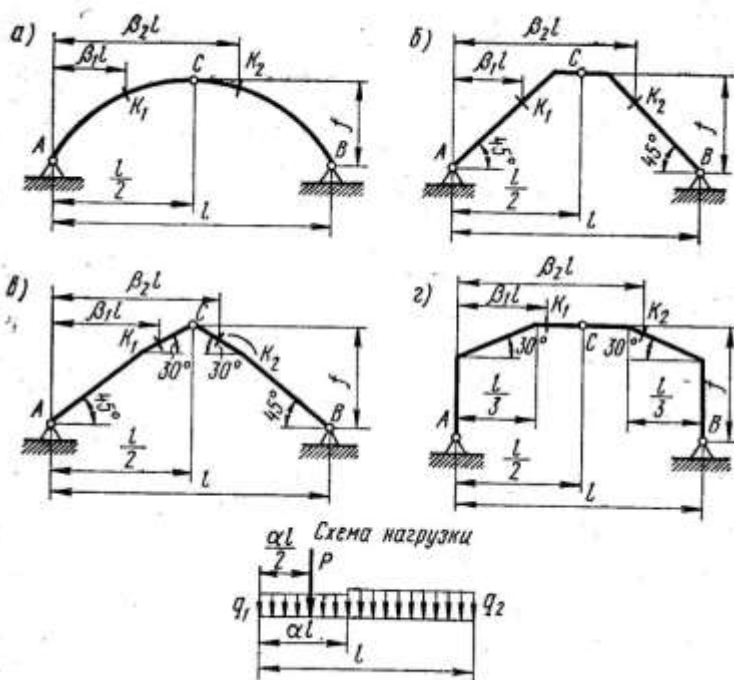

Рис. 22
**Задание.** Для сплошной трехшарнирной арки или рамы (рис. 22) требуется:
| Первая цифра шифра | $l$ , м | $\alpha$ | $\beta_1$ | Вторая цифра шифра | $\beta_2$ | $q_1$ , кН/м | $q_2$ , кН/м | Последняя цифра шифра | Схема по рис. 22 | Очертание оси | $\frac{f}{l}$ | $P$ , кН |